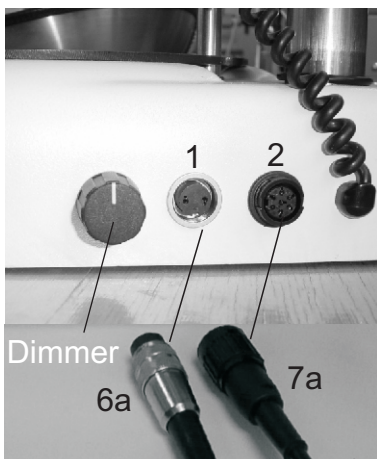

Abb. 2
- Entnehmen Sie die Kartons mit den Zubehörteilen (Abb. 2)
- Feststellen bzw. Lösen mit Fuß-Tretschalter (6)
- zusätzliches, drittes Gelenk mittels Flügelschraube (15) verstellen
- bei Nicht-Betrieb des Fräsgerätes Gelenkarm in "Parkposition" bringen (Abb.2; Seite 9)